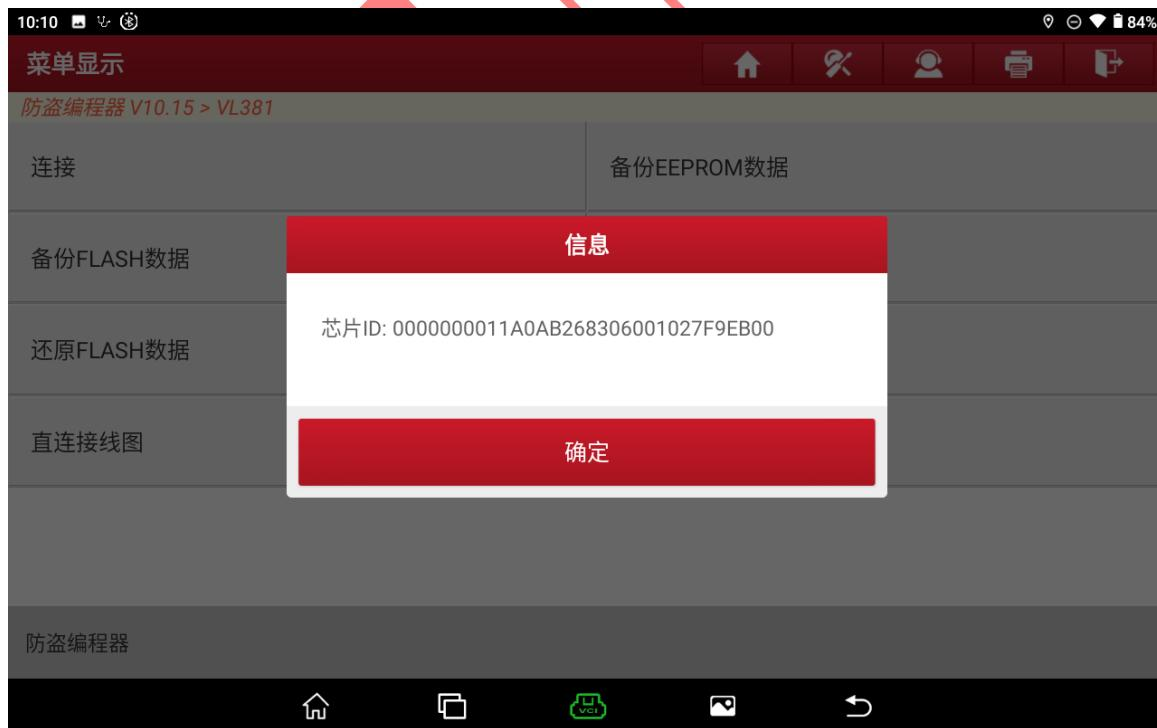

图 11
11. 接线无误显示芯片 ID，选择“确定”进入如图 11；